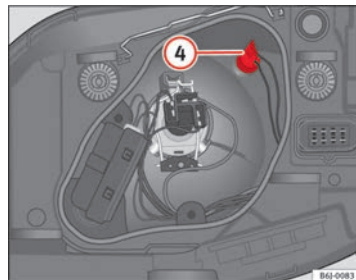

Fig. 146 Luz de posición
- Extraiga el portalámparas ④ ⇒ fig. 146 hacia fuera.